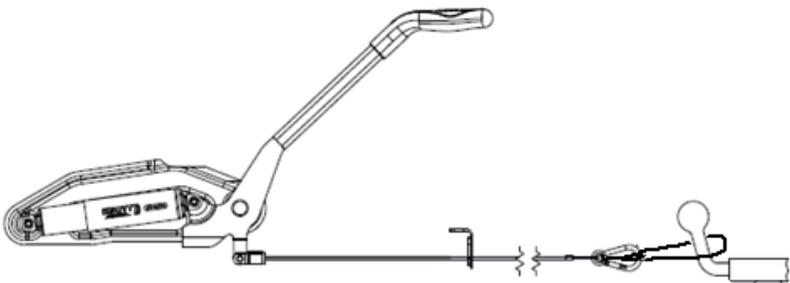

Fig. 2. Mise en place de la corde sur un crochet sans attache.
- La corde ne peut être attachée à la boule du crochet (fig. 2) que lorsque le crochet n'est pas muni d'une attache. Pourtant dans ce cas, il existe un
risque élevé que la corde se détache ce qui empêchera de désactiver le frein (fig. 2).